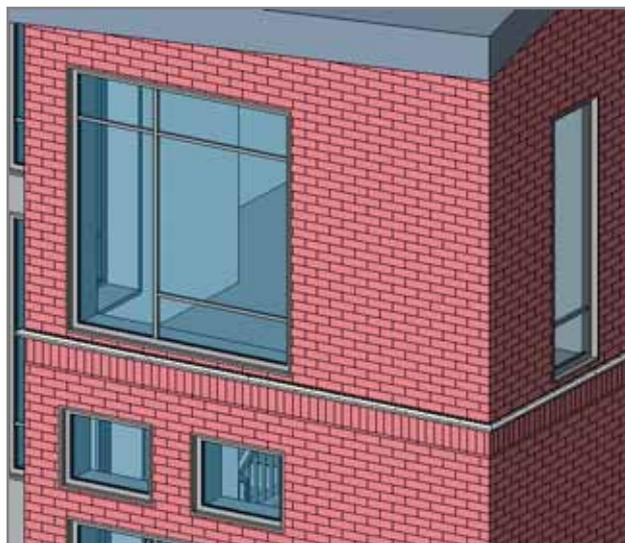

Рис. 9. Наш окончательный результат
9. Щелкните три раза *OK* и закройте диалого. Результат представлен на рис. 9.